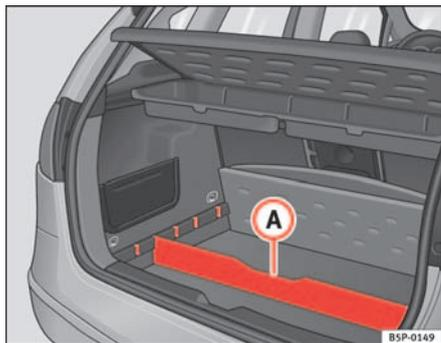

Fig. 105 Separatore del pavimento del vano portabagagli
- Collocare il separatore **A** ⇒ fig. 105, nelle fessure laterali, a seconda delle dimensioni degli oggetti da trasportare. Sotto al vano portaoggetti si trovano gli attrezzi di bordo e la ruota di scorta.